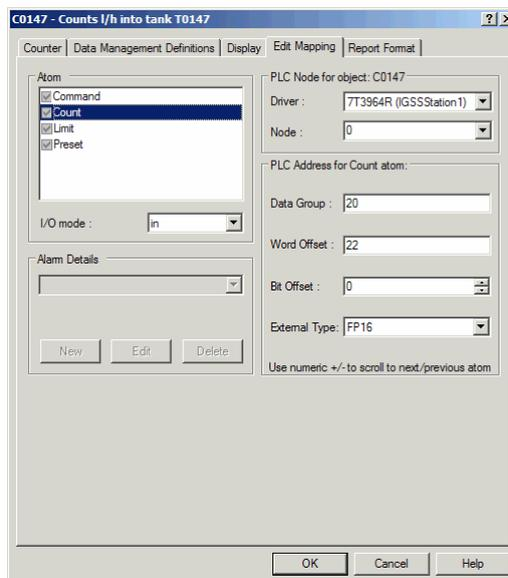

Рис. 3.57. На закладке **Edit Mapping** вводится специфический PLC адрес. Мы используем **Word Offset** сразу после табличного объекта, который равен 22.
5. Выберите закладку **Edit Mapping** и введите значения, показанные на рис. 3.57.